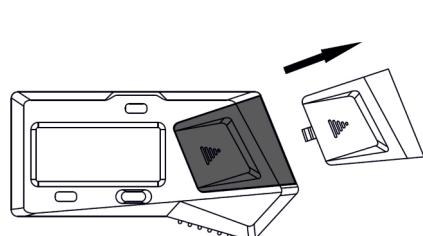

Abb. 1
- » Entfernen Sie den Batteriefachdeckel (Abb. 1).
- » Für einen flachen oder kugelförmigen Kontaktplatzieren Sie die Tiefenmaßbrücke auf einer ebenen Fläche. Ziehen Sie die Millimeterskala vorsichtig, bis der Kontakt auf die Oberfläche berührt, und setzen Sie den Null-Anfangswert durch Halten der „SET“-Taste. Messen Sie dann die Tiefe A (siehe Abb. 1).